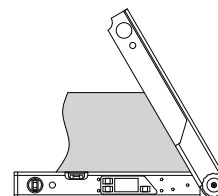
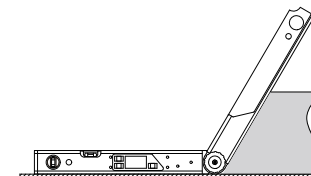
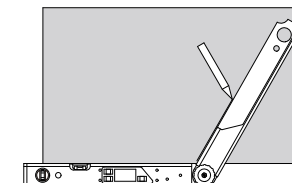

Fig.3
Fig.4
Fig.5
- c. Mesure de l'angle (Fig.3, Fig.4) et traçage (Fig.5).